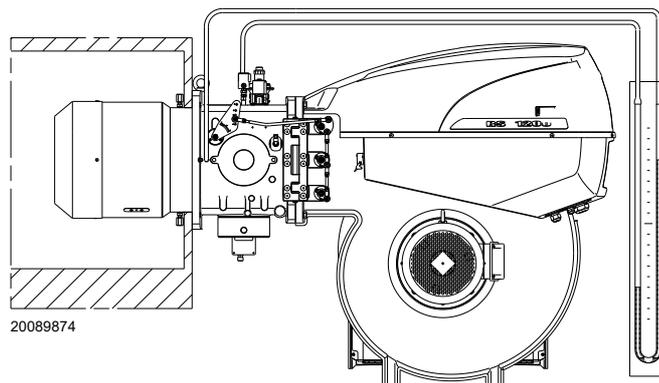

Fig. 27
- Monter un manomètre en U ou un manomètre de type différentiel (Fig. 27), avec la prise (+) sur la pression de gaz du manchon et (-) dans la chambre de combustion. Ceci sert à obtenir approximativement la puissance MAX. du brûleur.
L'arrivée de gaz au manchon est mise en évidence sur le manomètre en U (Fig. 27).